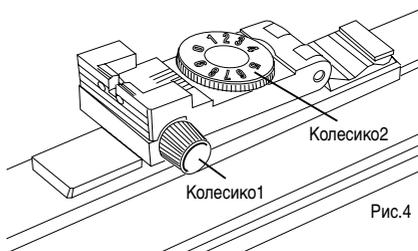

Рис.4
- если точка попадания смещена в лево от мишени, поверните колесико1 по часовой стрелке. (рис.4)
- если точка попадания смещена в право от мишени, поверните колесико1 против часовой стрелки. (рис.4)